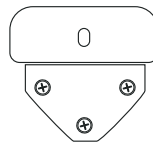

Рис. 7
4. Вставьте винты в отверстия и закрутите их (рис. 7).